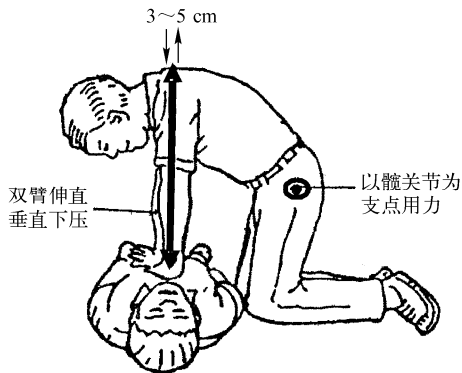

图 1-4 正确的按压方法示意图
③ 进行抢救时救护人的正确位置——以保证双臂能垂直下压来确定具体位置。
④ 正确的按压方法。
- 两手相叠, 手指翘起, 两臂伸直, 掌心贴紧胸部, 掌心均匀用力垂直下压 (切忌用力过猛造成骨折), 压陷 3~5 cm (以保证足够血流量), 下压时应以髋关节为支点用力, 而不是以腕关节或肘关节为支点用力, 如图 1-4 所示。这样既能保证按压效果恢复血液循环, 又能比较省力, 减少体力消耗以利救护人持续抢救。